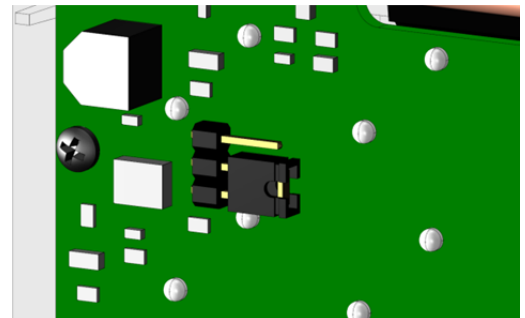

Abb. 4: Abschlusswiderstand stecken
- ▶ Stecken Sie die Steckbrücke J1 auf die beiden unteren Kontakte. Damit ist der Abschlusswiderstand gesteckt (Abb. 4).